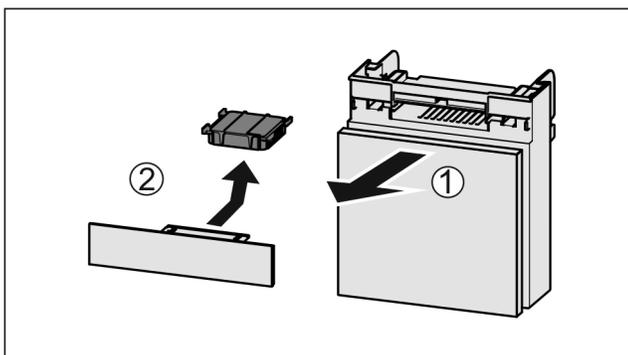

Fig. 87
- ▶ Fach nach vorne herausziehen Fig. 87 (1).
- ▶ Aktivkohlefilter entnehmen Fig. 87 (2).